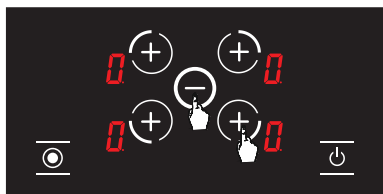

Рисунок 23
2. Одновременно нажмите кнопку выбора передней правой конфорки (0) и кнопку минуса (-) (см. Рис. 23), вы услышите короткий звуковой сигнал. Затем поднимите пальцы с панели управления плиты.